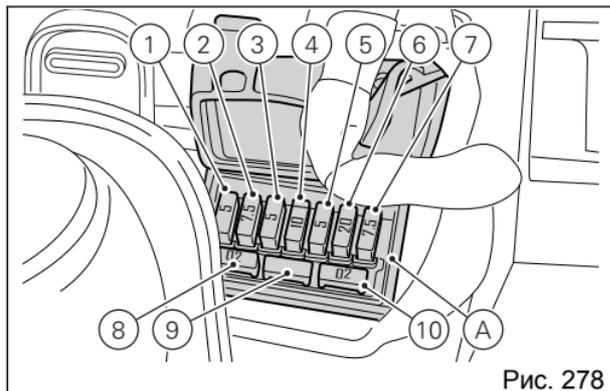
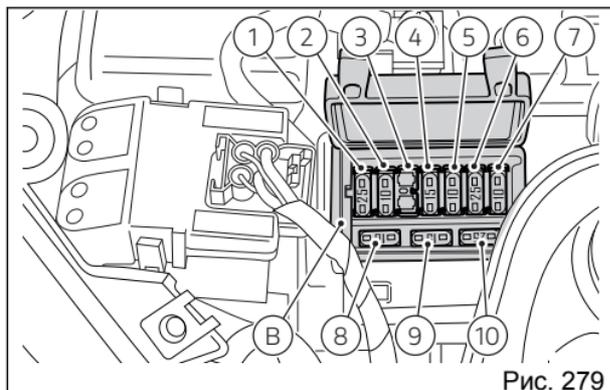

Рис. 278
Рис. 279
Левая передняя коробка (А, Рис. 278) и правая передняя коробка (В, Рис. 279) предохранителей расположены над батареей.
Главный предохранитель (С) расположен на пусковом контакторе (D) справа от коробки предохранителей (В Рис. 279).